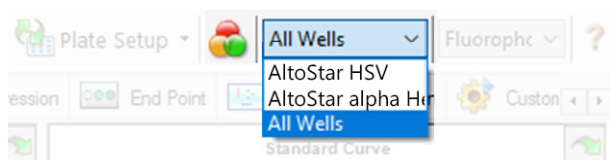

Figura 4: Pulsante Well Group (Gruppo pozzetto) e menu a discesa Well Group (Gruppo pozzetto)
Nella finestra Data Analysis (Analisi dei dati) assicurarsi di selezionare il **Well Group** (Gruppo pozzetto) del kit AltoStar® HSV PCR Kit 1.5. Quindi, fare clic sul menu a discesa **Well Group** (Gruppo pozzetto) vicino al pulsante **Well Group** (Gruppo pozzetto) (vedere figura 4) della barra degli strumenti. Non usare il **Well Group** (Gruppo pozzetto) "All Wells" ("Tutti i pozzetti"). La selezione nella figura 4 è riportata unicamente a titolo di esempio generico.
1. Nella finestra Data Analysis (Analisi dei dati) assicurarsi di selezionare il **Well Group** (Gruppo pozzetto) del kit AltoStar® HSV PCR Kit 1.5. Quindi, fare clic sul menu a discesa **Well Group** (Gruppo pozzetto) vicino al pulsante **Well Group** (Gruppo pozzetto) (vedere figura 4) della barra degli strumenti.